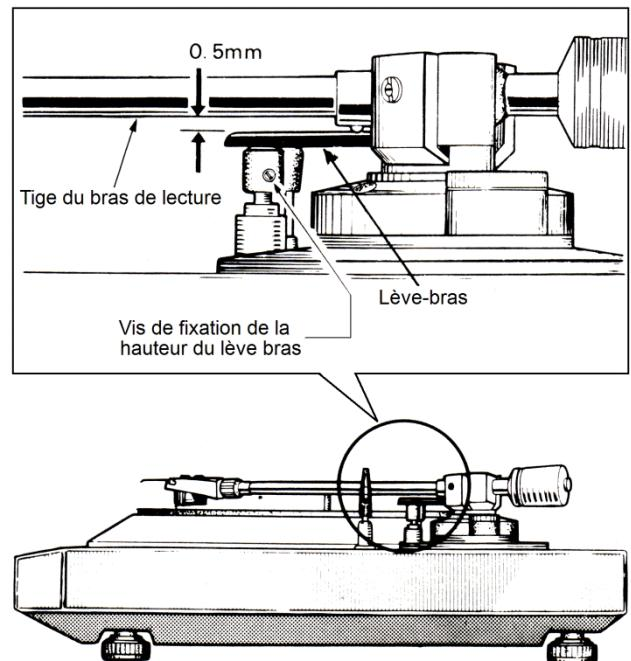

Fig. 13 Réglage de hauteur du lève-bras
- Réglez la hauteur du lève-bras de la façon suivante. (Fig. 13)
- (1) Mettez le courant avec l'interrupteur général ON (■) et appuyez sur le bouton de sélection de vitesse, soit "33" ou "45". Assurez-vous que le lève-bras soit abaissé et coupez le courant OFF (■).
- (2) Desserrez la vis de fixation de hauteur et laissez le lève-bras à sa position la plus basse.
- (3) Enlevez le protège-pointe, libérez le serre-bras et placez le bras de lecture sur le disque.
- (4) Dans ces conditions, réglez la hauteur du lève-bras, de façon à ce que l'écartement entre le lève-bras et le tube du bras de lecture soit d'environ 0.5 mm, et serrez à nouveau la vis.